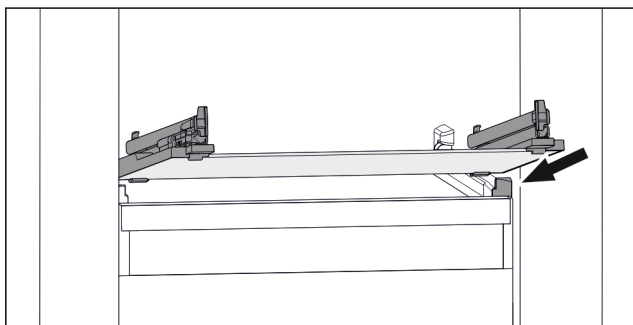

Fig. 154 Vejledende visning af glaspladen
- ▶ Sæt glaspladen skråt bag stoppene. (se Fig. 154)